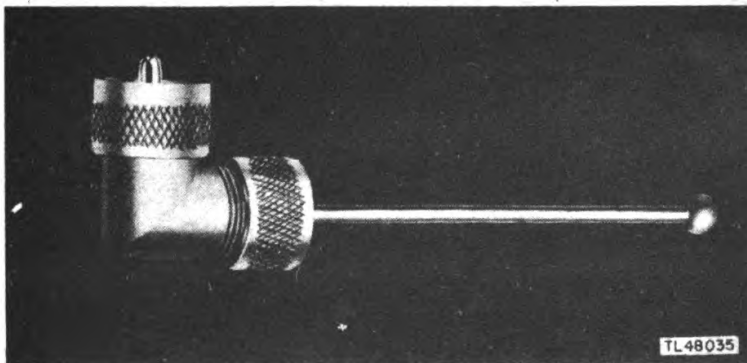

Figure 28. Test Antenna TS-210/MPM.
**26. TEST ANTENNA TS-210/MPM (fig. 28).**